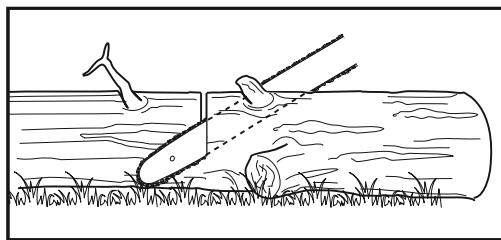

Fig. 29
1. Siga as indicações simples para efetuar um corte de forma mais fácil. Quando o tronco estiver suportado em todo o seu comprimento (Fig. 29), o corte deve ser efetuado a partir do lado superior (corte transversal sobre a parte superior).